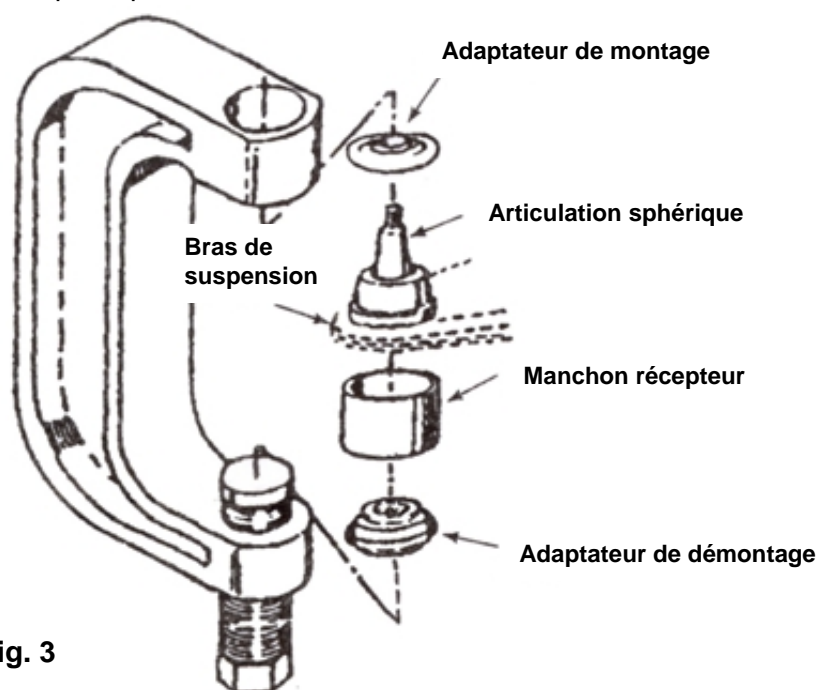

Fig. 3
1. Placez la presse d'articulation sphérique sur le bras de suspension, comme illustré à la Fig. 3. Sélectionnez la taille appropriée du manchon récepteur (pièce n° 6, 7 ou 8) et placez le manchon sous l'articulation sphérique du véhicule (Fig. 3).